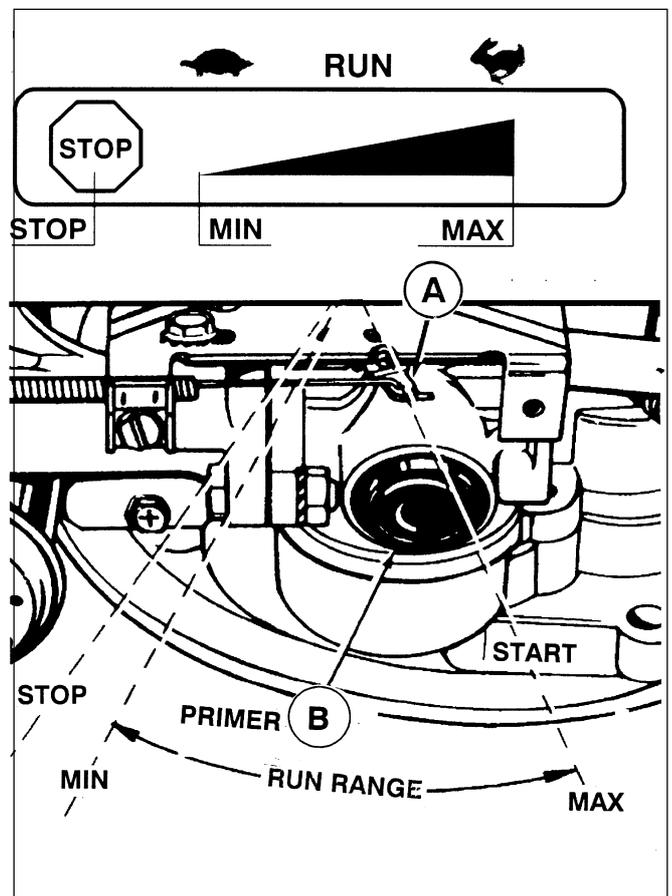

Fig. 2-1
- Placer le levier de commande sur FAST ou START (fig. 2.1) (Voir les instructions du constructeur de la machine).
- Presser sur la pompe d'enrichissement du carburateur (ou AMORCEUR) trois (3) fois et de façon sèche (fig. 2.1), **attendre deux (2) à trois (3) secondes entre chaque appui**. Si la température ambiante est inférieure ou égale à 13°C, presser cinq (5) fois.
a - Presser sur la pompe d'enrichissement du carburateur (AMORCEUR) trois (3) fois (fig. 2.1), **attendre deux (2) à trois (3) secondes entre chaque appui**. Si la température ambiante est inférieure ou égale à 13°C, presser cinq (5) fois.